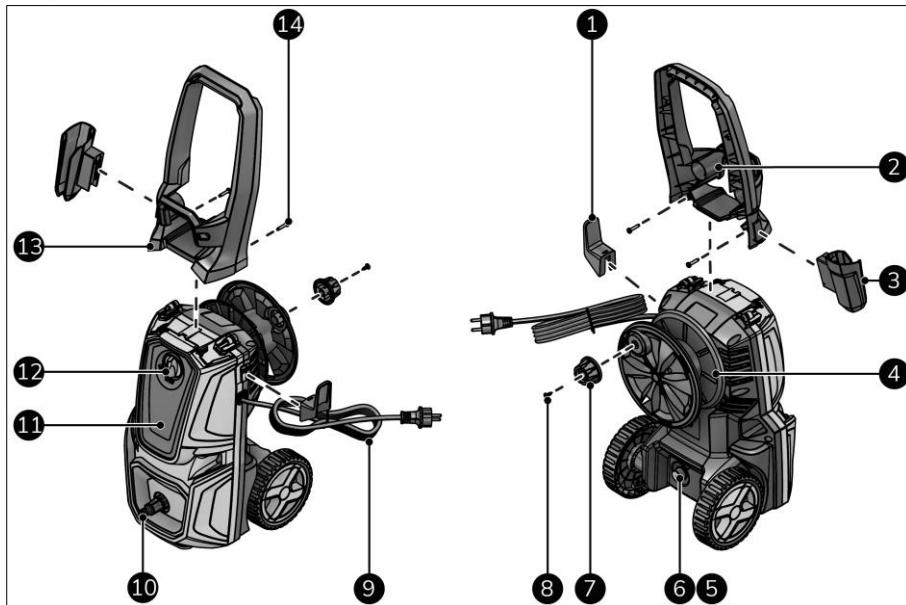

Abbildung 4
Dieses EUROM-Gerät ist ein einfach zu bedienender Hochdruckreiniger (Abbildung 4). Das Gerät ist für den Hausgebrauch konzipiert, wie z. B. die Reinigung von Fahrzeugen, Gebäuden, Terrassen, Fassaden und Gartengeräten.
1. Stellen Sie sicher, dass sich der Schalter EIN(1)/AUS(0) in der Position AUS(0) befindet (Abbildung 4, Pos. 12).
5. Schalten Sie das Gerät ein (Abbildung 4, Pos. 12).